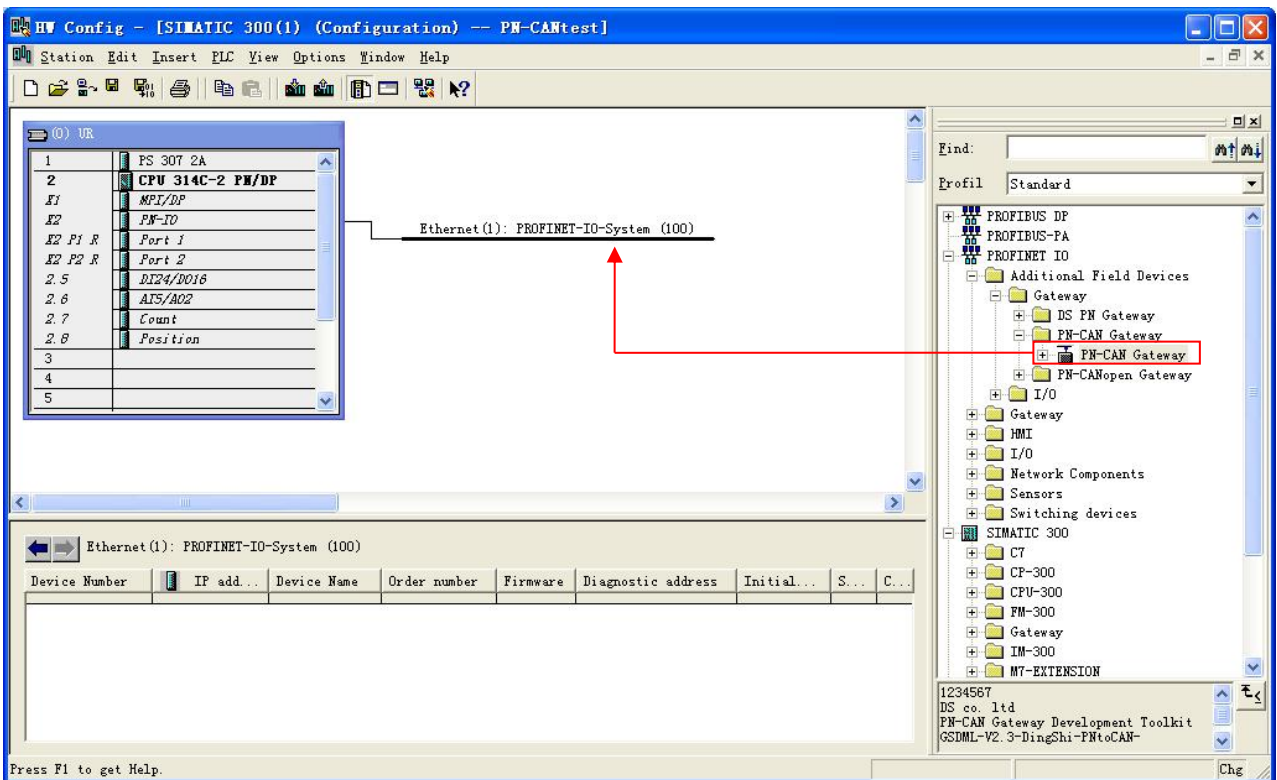

图 3-8
(4)、下面将 PN-CAN Gateway 模块拖入 PROFINET 网络，如图 3-8、3-9 所示